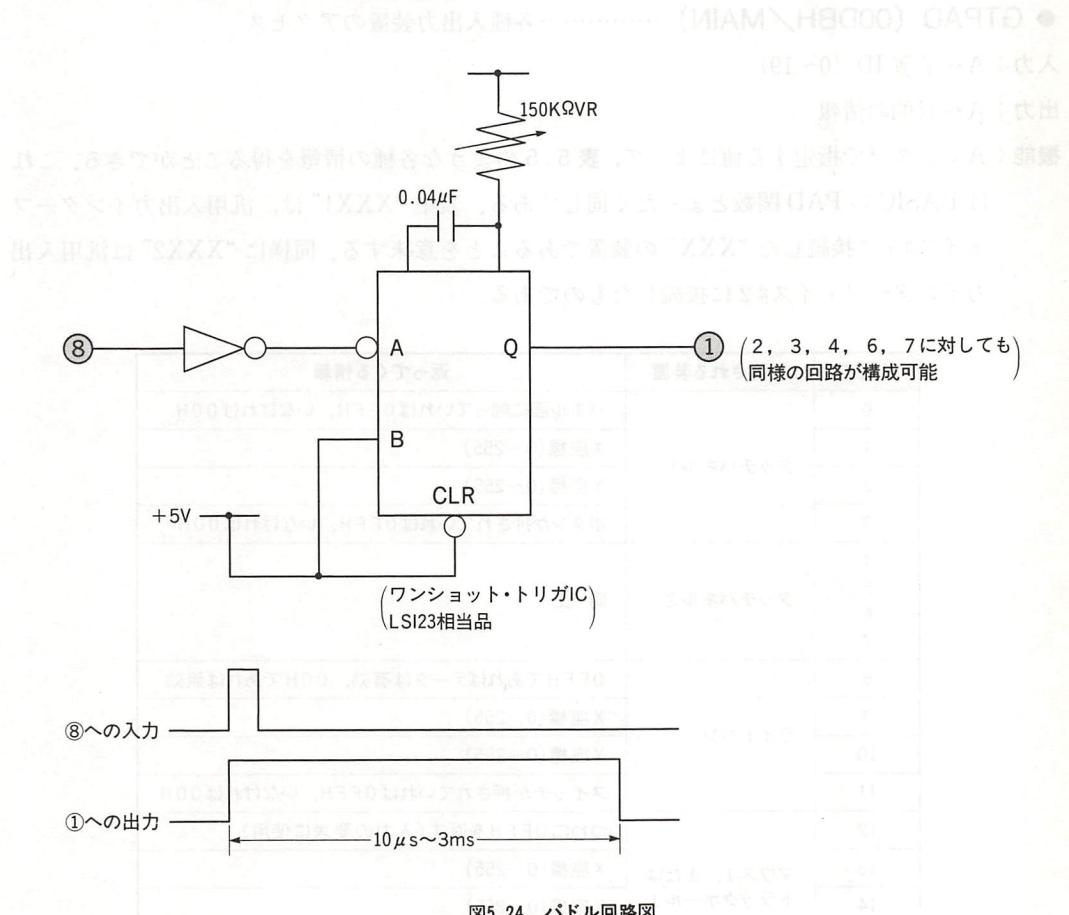

図5.24 パドル回路図
パドルの回路は図 5.24 のとおりです。⑧端子にパルスを送ると单安定マルチバイブレータは、ある時間幅のパルスを発生します。この幅は可変抵抗の値によって $10\mu s \sim 3 ms$ の範囲で変化しますので、パルス長を測定すれば可変抵抗の値、ひいてはその回転角を知ることができます。